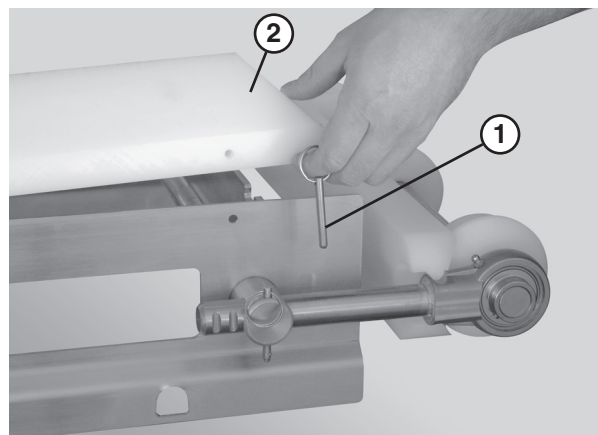

Abbildung 29
1. Entfernen Sie die Ziehstifte (**Abbildung 29, item 1**), die die Führung (**Abbildung 29, item 2**) mit dem Rahmen verbinden.